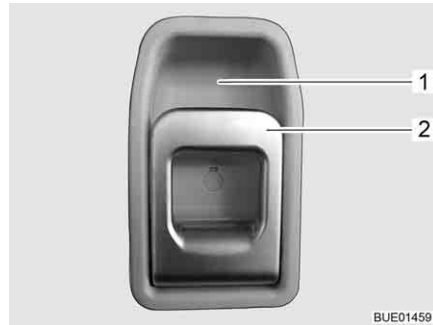

Fig. 59 Serrure de la porte cellule, à l'intérieur
- Tirer sur la poignée (Fig. 59,2). La serrure de la porte est déverrouillée.
- Appuyer sur la poignée (Fig. 59,2) en haut en direction de l'évidement (Fig. 59,1) dans lequel elle repose.